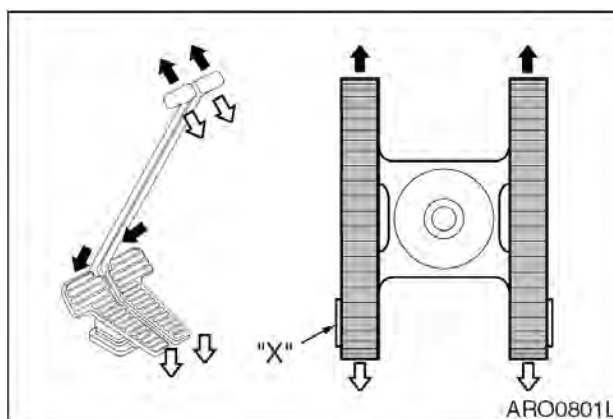

Рис. 38
1. Для движения по прямой (рис. 38) отожмите оба рычага/педали управления ходом до отказа вперед или назад. Чем дальше выжаты рычаги/педали, тем быстрее скорость хода.